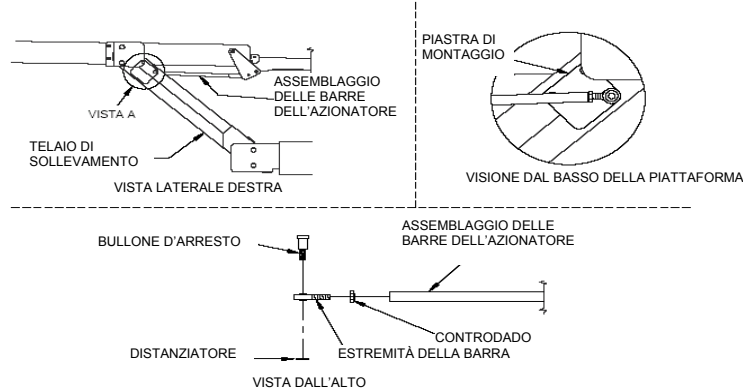

FIGURA 2-2: ASSEMBLAGGIO DELLE BARRE DELL'AZIONATORE DELLA PIASTRA DI FISSAGGIO
- Vedere la **Figura 2-2**. Individuare la parte dell'estremità della barra del gruppo dell'azionatore sul lato